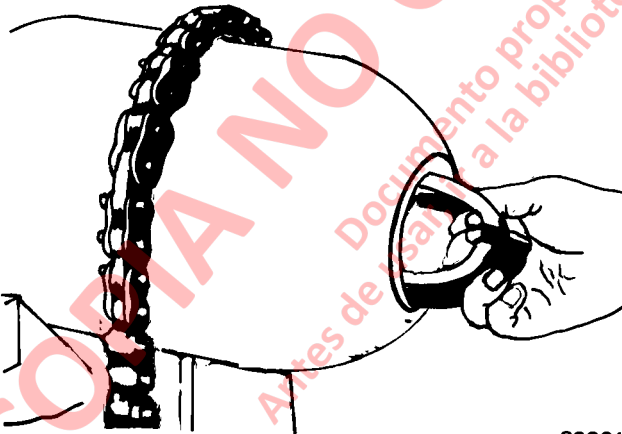

FIGURA 3-16. DESMONTAJE DEL ANILLO
5. Inserte una mano en la carcasa del acumulador y saque el respaldo del O-ring (5), el O-ring (6) y la arandela de respaldo de metal (7).
6. Separe el anillo antiextrusión (8) del puerto hidráulico.
7. Pliegue el anillo antiextrusión y sáquelo de la carcasa como se muestra en la Figura 3-16.